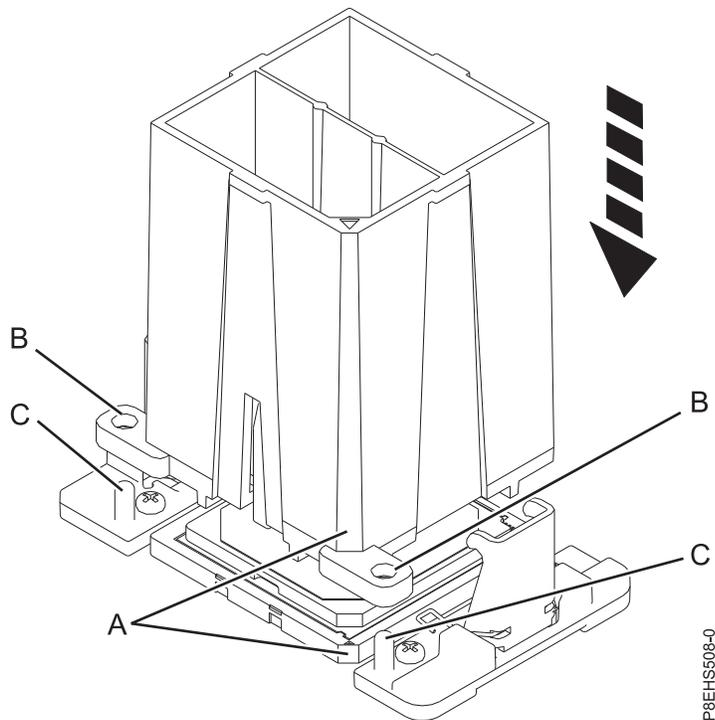

Abbildung 74. Ausbauwerkzeug auf das Systemprozessormodul herabsenken
- a. Richten Sie die abgeschrägte Ecke (**A**) des im Lieferumfang enthaltenen Werkzeugs (Teilenummer 01AF101) an der abgeschrägten Ecke des Systemprozessormoduls aus (siehe Abb. 74 auf Seite 68).